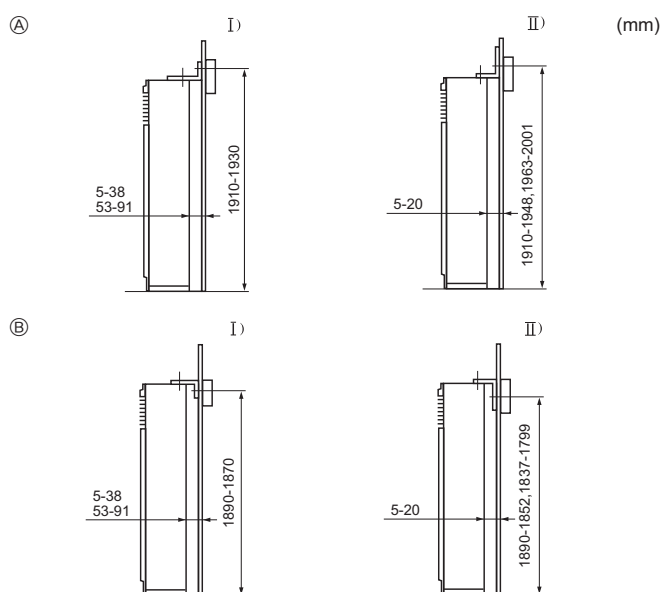
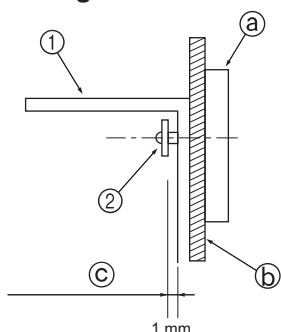

Fig. 3-3
Fig. 3-4
① Vältskyddsfäste
Vältskyddsfästet ① sitter i ytan på enhetens överdel. Tag ur de självborrande skruvarna ② och sätt sedan tillbaka fästet som illustration visar. För rätt installationsavstånd, se Fig. 3-3.
- E Skruva ur skruven ⑥ och dra sedan gallret mot dig för att avlägsna den.
3.3. Montering av vältskyddsfäste (Fig. 3-3)
- (A) Fästet uppåtvänt
- (B) Fästet nedåtvänt
- Först, montera fästet på väggen och spänn sedan skruven så att fästet kan glida upp och ned. (Fig. 3-4)
- ① Vältskyddsfäste
- ② Självborrande skruv